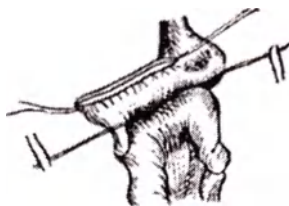

Рисунок 7. Фиксация петли тощей кишки.
10.1. После удаления резецируемой части желудка и закрытия оставшейся кисти наглухо двухрядным швом вручную или с помощью аппарата для ушивания культи желудка (УКЖ – 8) Петлю тощей кишки провести через окно в брыжейке поперечно-ободочной кишки и зафиксировать с задней стенкой культи желудка в районе предлагаемого анастомоза двумя серозно-мышечными швами держалками (рис. 7)